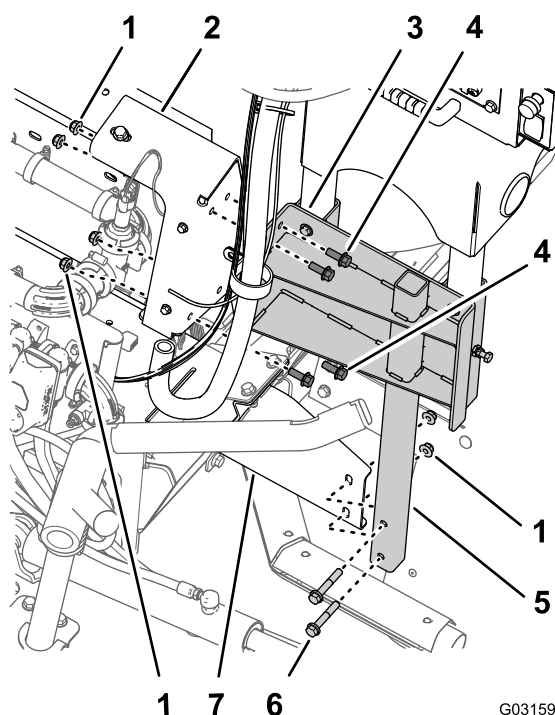

Figure 182
2. Alignez les trous dans le profilé de support du dévidoir pivotant et les trous dans le support de collecteur des vannes de pulvérisation (Figure 182).
3. Alignez les trous dans le cadre tubulaire inférieur du dévidoir pivotant et les trous dans le support de montage sur le profilé droit du cadre de la machine (Figure 182).
4. Fixez le profilé de support au support de collecteur (Figure 182) à l'aide des 4 boulons à embase (3/8" x 1") et contre-écrous à embase (3/8") que vous avez retirés à l'opération 3 de Dépose du dévidoir pivotant du support de collecteur (page 16).
5. Fixez le cadre tubulaire inférieur au support de montage (Figure 182) à l'aide des 2 boulons à embase (3/8" x 2 1/4") et des 2 contre-écrous à embase (3/8") que vous avez retirés à l'opération 2 de Dépose du dévidoir pivotant du support de collecteur (page 16).